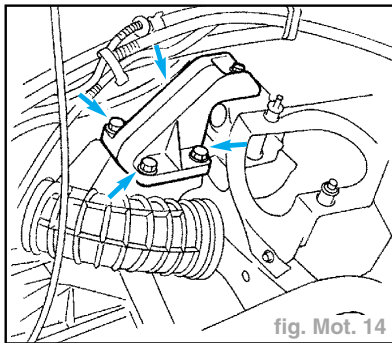

fig. Mot. 14
- Dévisser les vis de fixation moteur, côté boîte de vitesses (fig. Mot. 14).